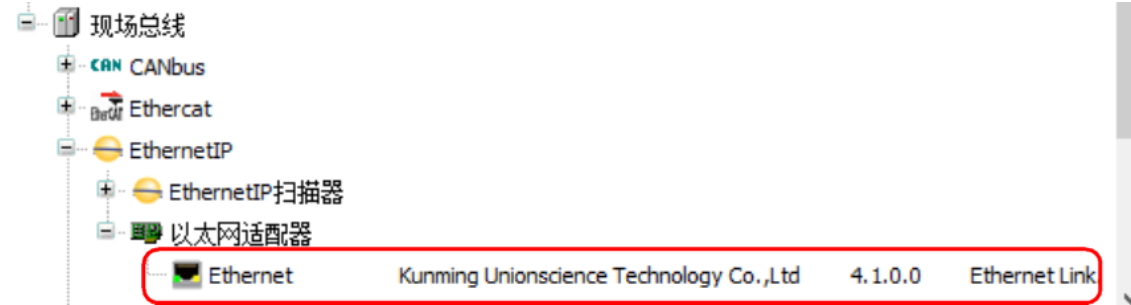

图 4 添加设备界面 1
- 2) 在编程界面左侧 CPU 单元（Device）位置点击鼠标右键，在弹出菜单中选择“添加设备”，弹出“添加设备”界面，如图 4，选择“Ethernet”（以太网适配器），点击“添加设备”按钮。